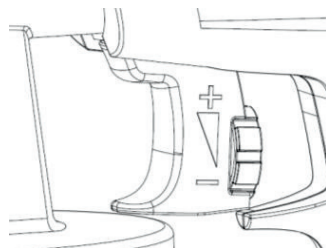

Рисунок 5
- Для настройки объёма, распыляемого материала вращайте регулятор, установленный на кнопке включения электроинструмент (Рис. 5).